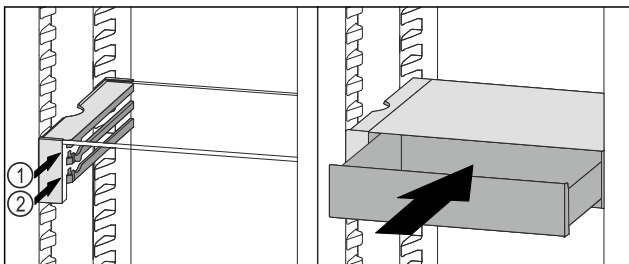

Fig. 96
- VarioSafe-Schubfach hinter den Stopperrn auf gewünschter Rippe Fig. 96 (1) oder Fig. 96 (2) aufsetzen.